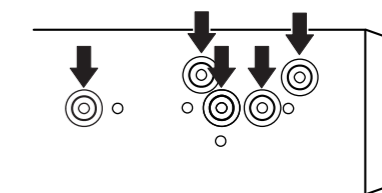
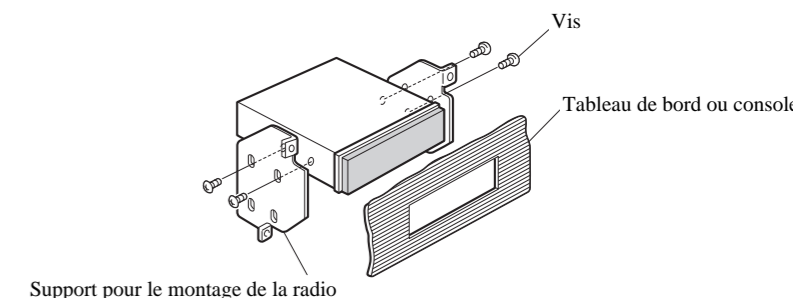

Fig. 12
Fig. 13
**2. Fixation de l'appareil au support pour le montage de la radio installée par le constructeur. (Fig. 12) (Fig. 13)**